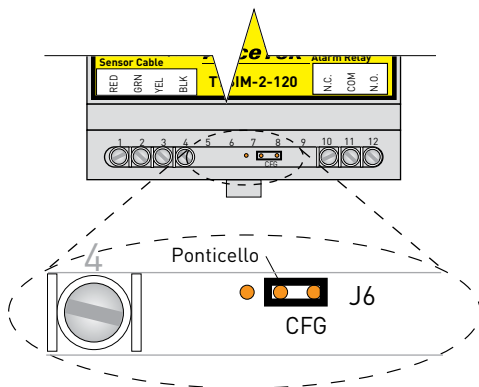

Figura 7a. Ponticello di configurazione in posizione di configurazione
- Posizionare il ponticello di configurazione del TTSIM-2 in posizione CFG, come illustrato in Figura 7a.